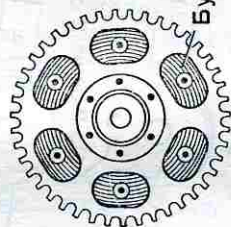

**Рис. 84. Избиратель коробки передач**
**Селектор.** Избиратель, или селектор с ножным приводом (рис. 84) является дополнительным устройством коробки передач, с помощью которого переключают передачи ногой. При этом можно также переключать передачи вручную.